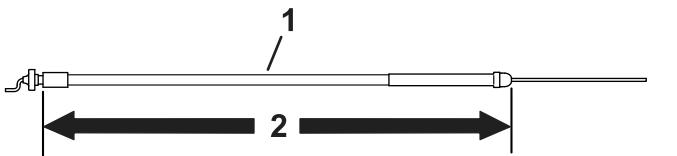

Figura 6
• Utilize o cabo do acelerador que tenha 172,2 cm de comprimento para uma unidade de tração modelo 04056; consulte a Figura 6.